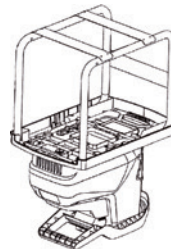

Fig.1
1. Ponga el motor boca abajo para instalar el chasis (Fig 1).